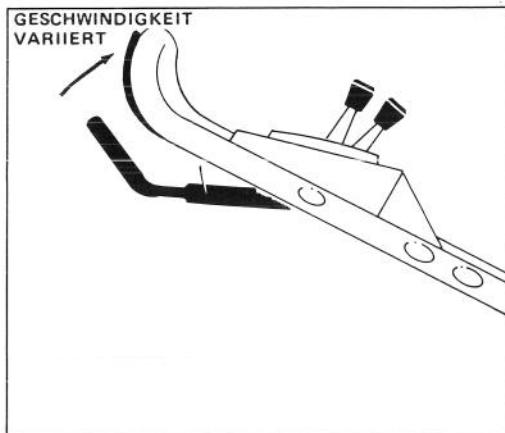

Bild 12
5. FAHRBETRIEB (Selbstantriebsmodell) — Geschwindigkeitshebel auf gewünschte Einstellung stellen und zum Fahren Antriebshebel gegen den Gestängegriff pressen. Geschwindigkeit variiert entsprechend dem Zwischenraum zwischen Antriebshebel und Griff (Bild 12).